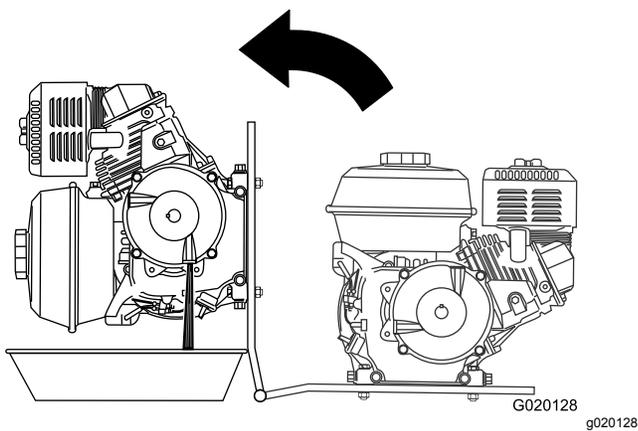

Figure 64
8. Placez un bac de vidange sous la charnière du plancher moteur (Figure 64).
9. Faites pivoter le moteur sur le côté charnière du plancher moteur et vidangez l'huile du carter réducteur (Figure 64).